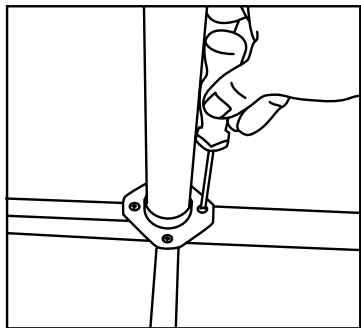
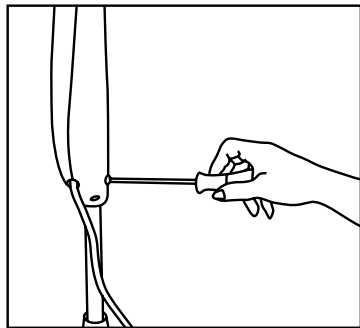

Fig. 1
Fig. 2
- Desatornille los 4 tornillos que hay en los pies (17).
- Encaje los 2 pies (17) formando un aspa y atorníllelos a la pieza base (13) mediante estos 4 tornillos **Fig. 1**. Oculte la pieza base usando para ello el embellecedor (16) que deberá colocar quitando primero el anillo de regulación de altura (14).
- Extraiga el tubo telescópico (12) hasta la altura deseada y ajuste la altura del ventilador utilizando para ello el anillo de regulación de altura (14).
- Monte el eje del motor (7) sobre el tubo (12) y para fijarlo desatornille ligeramente el tornillo de fijación (15) de forma que el tubo telescópico (12) se introduzca en el interior del cuerpo del ventilador (**Fig. 2**) y, tras esto, apriete de nuevo el tornillo de fijación y compruebe que ambas piezas estén fijas.